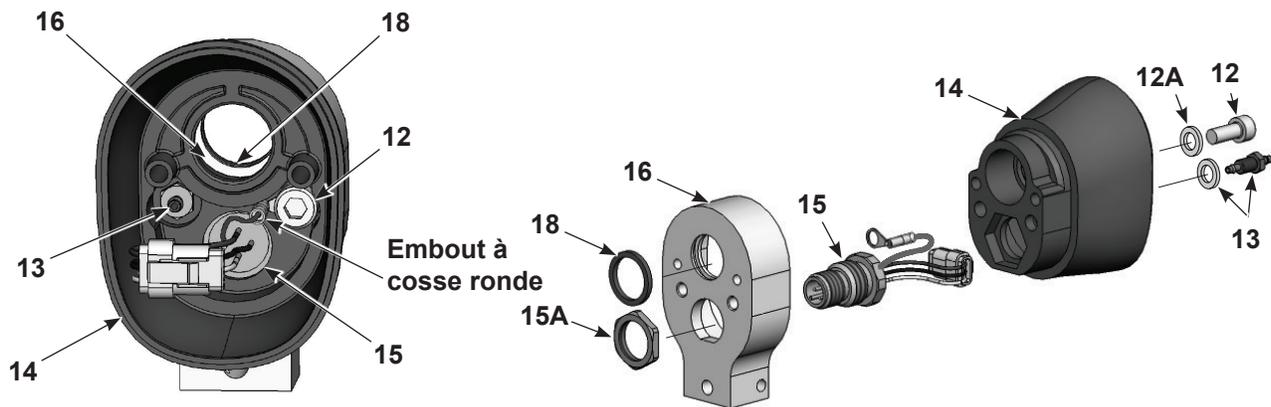

Figure 7-9 Démontage du pistolet à fixation sur barre 3 sur 3
8. Voir la Figure 7-9. Pour démonter l'arrière du corps, retirer la vis (12), la rondelle frein (12A) et le raccord cannelé ainsi que la rondelle frein (13) de l'intérieur de l'arrière du corps (14). Une clé hexagonale de 3 mm et une douille profonde 1/4" sont nécessaires.
9. Retirer l'écrou (15A) de la prise (15), retirer l'adaptateur de l'arrière du corps du pistolet de pulvérisation et faire passer le faisceau de la prise à travers le corps.
10. Examiner la quadruple bague (18) dans l'adaptateur (16) et la remplacer si elle est abîmée.